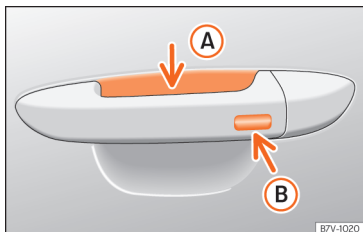

Fig. 48 Manípulo da porta: superfícies sensoras.
»» Fig. 48
- Toque na superfície sensora »» **Fig. 48 B** situada no lado exterior do manípulo da porta. Todos os indicadores de direção piscam uma vez.
- Antes de passarem 5 segundos, toque uma vez no sensor do lado exterior do manípulo da porta »» **Fig. 48 B**. Ao fazê-lo, não agarre o manípulo. O sistema Keyless Access fica desativado temporariamente.
Para **fechar com a função de conforto** todas as janelas elétricas e o teto de vidro, mantenha um dedo durante uns segundos sobre a superfície sensora de bloqueio »» **Fig. 48 B** do manípulo da porta até que as janelas e o teto se tenham fechado.